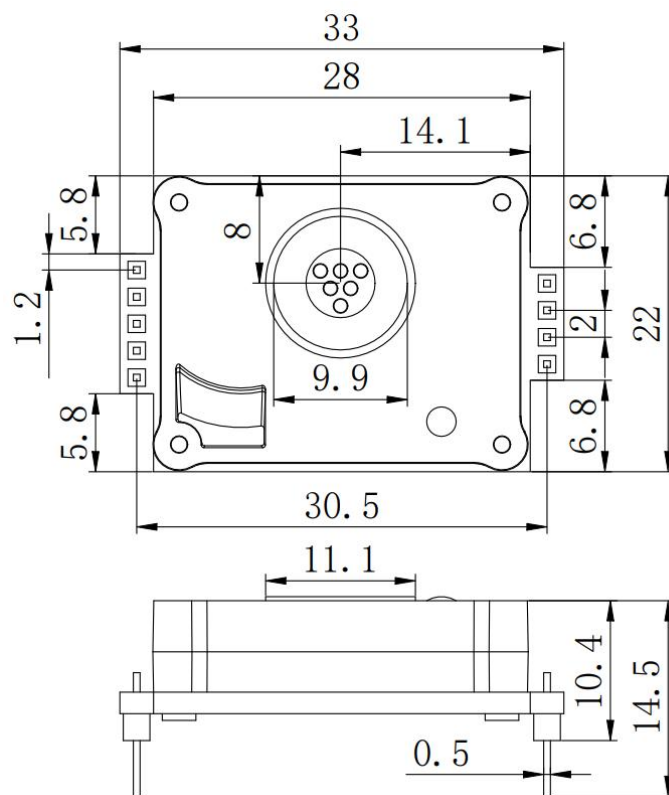

图4.ACD1100尺寸图（单位：mm；未标注公差±0.5mm）
- (1) 用户切勿拆解传感器，以防出现不可逆破坏。
- (2) 手动校准时，传感器须在稳定的已知 CO₂ 浓度的气体环境中连续工作 20 分钟以上。
- (3) 手动校准模式下，建议校准周期不大于 6 个月。
- (4) 设备进风口和出风口开孔尺寸应不小于传感器进风口（如图 4 中直径为 9.9mm 的圆形窗口所示）开孔尺寸。
- (5) 传感器应远离热源，并避免阳光直射或其他热辐射。
- (6) 请勿在粉尘密度大的环境长期使用传感器。
- (7) 禁止对传感器使用波峰焊。使用烙铁焊接时，温度应设置在 350℃ 以下，焊接时间须小于 3s。
- (8) 建议客户采用焊接插座的方式安装传感器以便维护。
- (9) 出厂传感器的数据已经过检测且数据一致性良好，请勿以第三方检测仪器或数据作为对比标准。如用户希望测量数据与第三方检测设备一致，可根据实际测量结果进行数据校准。
- (10) 已对传感器 PCB 采取防潮处理，涂胶采用有机硅灌封胶或者丙烯酸三防漆，厚度不低于 0.15mm，使用过程中请注意保护涂层。